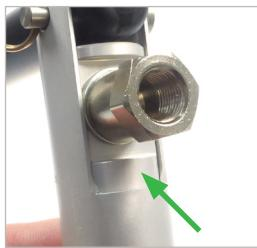

Abbildung 9
- ▶ Geben Sie einen kurzen Sprühstoß mit dem Zielrörchen zwischen das Gehäuse und den Kolben auf der Adapteroberseite (*Abbildung 9*).